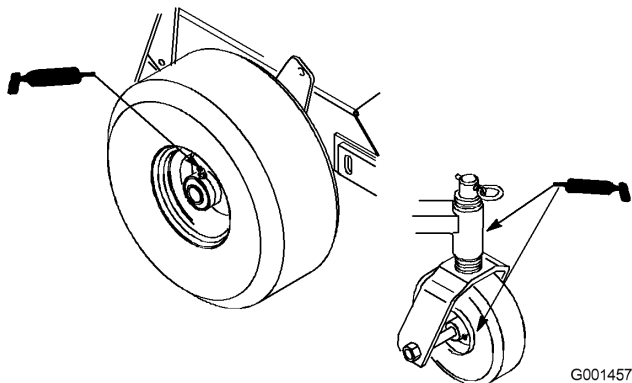

Figure 17
1. Lubrifiez les roulements des roues avant ainsi que les fusées avant (Figure 17).
2. Graissez les roulements des roues motrices (Figure 17).